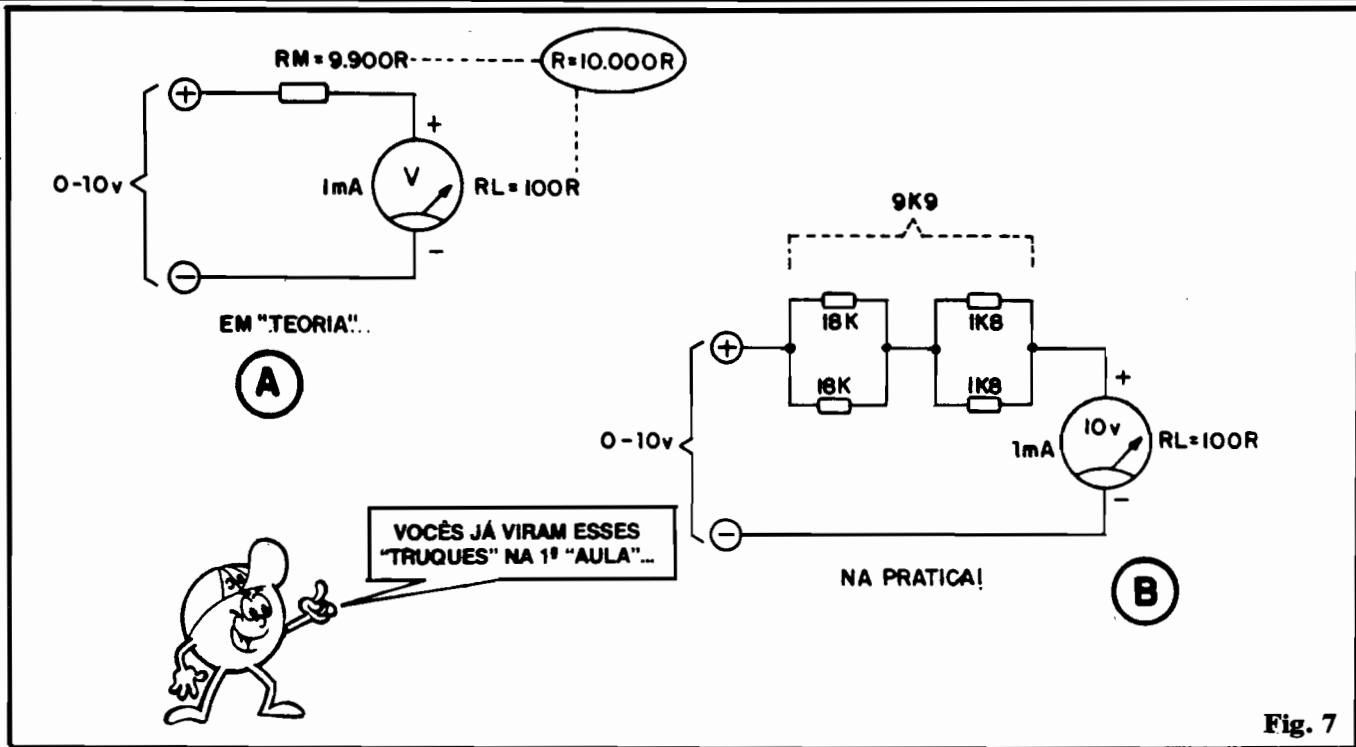

Fig. 7
- FIG. 7 - Partimos do seguinte: temos um galvanômetro com alcance de 1 mA e queremos "fazer" um voltímetro com "fundo de escala" (indicação máxima) de 10V. Sabemos, ainda, que a Resistência Interna do galvanômetro é de 100R... Vamos aos cálculos:
Dissemos "preciso"...? Bem, essa qualificação dependerá de duas coisas: a inerente precisão do próprio galvanômetro básico (que costuma ser muito boa, já que dificilmente tais instrumentos são industrialmente feitos para leituras com erros maiores do que 1 ou 2%...) e a exatidão do valor de RM. Confiando que RL tem um valor também estabelecido com precisão, temos que adotar, para a "confeção" de RM (ver fig. 7-B) resistores de tolerância tão estreita quanto possível... Se pudermos obter componentes de 1% (quarta faixa na cor **marrom**...), ótimo! Mesmo, entretanto, que usemos componentes com tolerância de 5% (quarta faixa **dourada**...), ainda teremos uma excelente precisão, para fins práticos! Vejamos: com uma "margem de erro" de 5%, uma Tensão real, de **exato** 5V poderia ser indicada, pelo instrumento, com valores entre 4,75V e 5,25V, margens perfeitamente aceitáveis, na maioria das análises ou medições... Lembrando, entretanto, que a tolerância